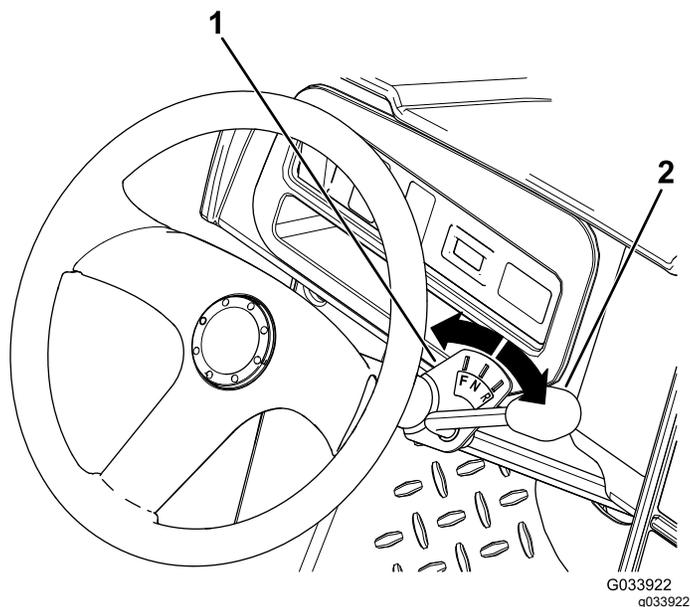

Рисунок 7
У рычага переключения передач есть три положения по индикатору переключения передач: Передний ход (F), Задний ход (R) и Нейтраль (N) (Рисунок 7).
Из нейтрального (N) положения рычаг переключения передач можно переместить влево в положение переднего хода (F) или вправо в положение заднего хода (R) (Рисунок 7).